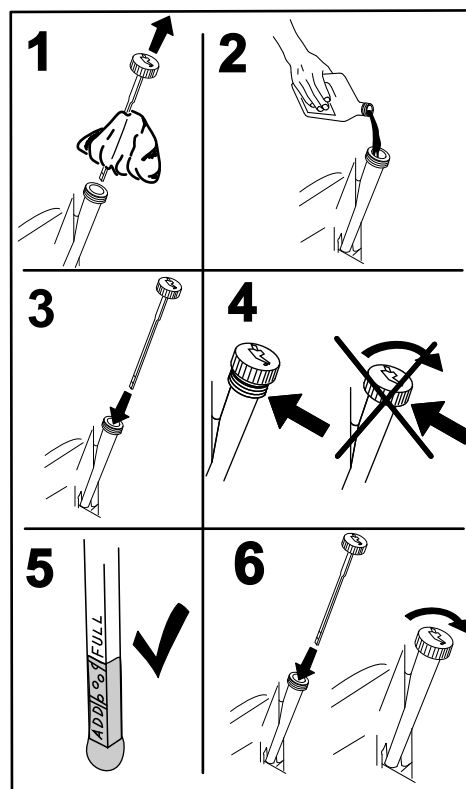

Figura 41
4. Togliete l'asta di livello ed asciugatela con un panno pulito (Figura 41).